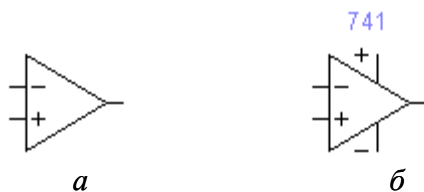

Рис. 13.9. Модели операционных усилителей. а – идеальный, без выводов питания; б – серийный, с выводами питания
13.3.3. Произведите исследование компаратора. Откройте программную среду Electronics Workbench, а затем библиотеку аналоговых элементов **Analog ICs** и выберите из библиотеки операционный усилитель или идеальный ОУ без выводов питания (рис. 13.9, а), или с реальными параметрами и с выводами питания (рис. 13.9, б), установив на него курсор и щелкнув левой кнопкой мыши.